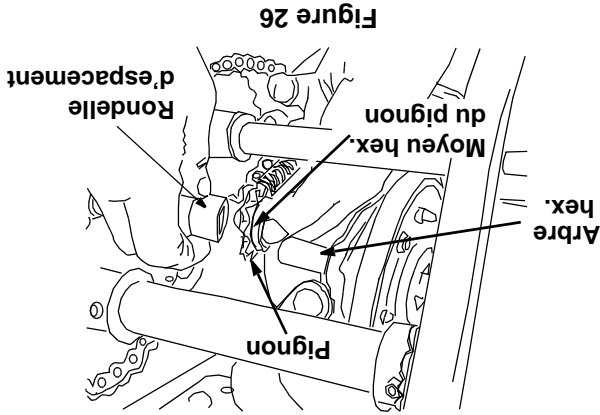

Figure 26
- Tournez le moyeu hex. du pignon vers la roue de freinage en glissant le pignon sur l'arbre hex. Voir la Figure 26.